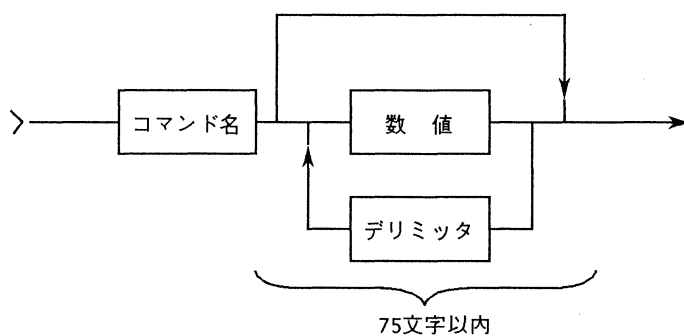

図5-12 コマンドメッセージ構成図
- 図5-12中の数値において、2進数の設定もゼロサプレス有となります。